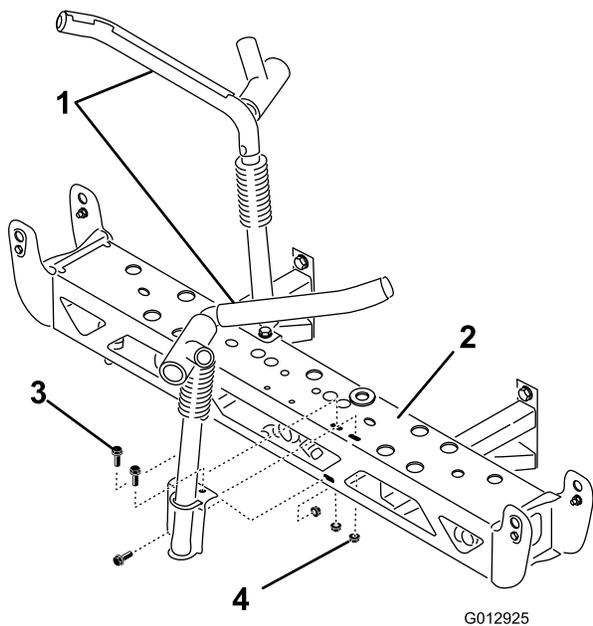

Figura 28
2. Monte as cavidades de transporte das rampas na rampa central utilizando 6 parafusos (3/8 x 1-1/4 polegadas) e 6 porcas de bloqueio (3/8 polegada). Oriente-as conforme ilustrado em Figura 28.